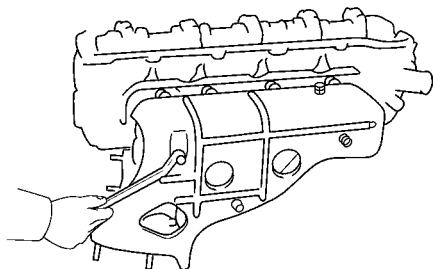

图 1-15 拆下排气歧管隔热罩
1) 旋下 3 个螺母和螺栓，如图 1-15 所示，拆下排气歧管隔热罩。